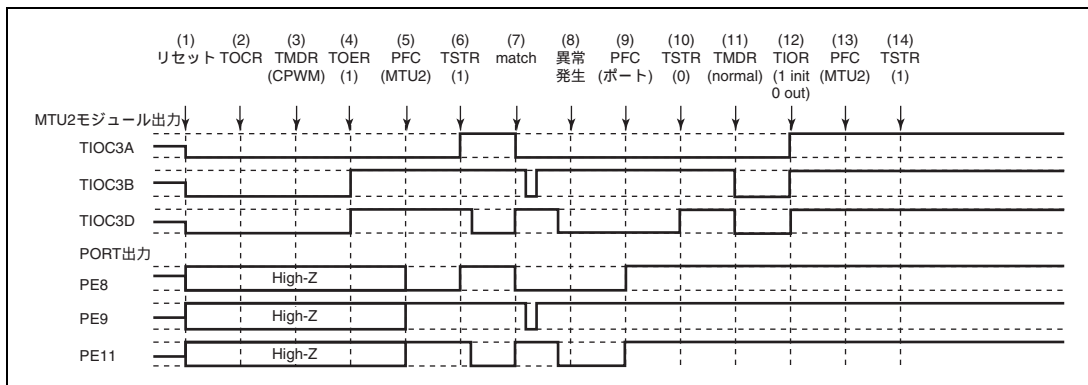

図 12.135 相補 PWM モードで異常が発生し、ノーマルモードで復帰する場合
相補 PWM モードで異常が発生し、再設定後ノーマルモードで再スタートする場合の説明図を図 12.135 に示します。
(1) ~ (10) は図 12.135 と共通です。
(11) PWM モード 1 を設定してください (本モジュール出力はローレベルとなります)。
(12) TIOR で端子を初期化してください (PWM モード 1 では TIOC*B 側は初期化されません)。
(13) 汎用入出力ポートで本モジュール出力としてください。
(14) TSTR で再スタートします。
(23) 相補 PWM モードで動作中に異常が発生し、相補 PWM モードで再スタートする場合の動作
- (1) ~ (10) は図 12.135 と共通です。
- (11) 汎用入出力ポートで本モジュール出力としてください。
- (12) TSTR で再スタートします。
- (13) コンペアマッチの発生により相補 PWM 波形を出力します。
(24) 相補 PWM モードで動作中に異常が発生し、相補 PWM モードで新たに再スタートする場合の動作
(11) ノーマルモードを設定し新しい設定値を設定してください (本モジュール出力はローレベルとなります)。
(12) TOER でチャンネル 3、4 の出力を禁止してください。
(13) TOCR で相補 PWM モードの出力レベルと周期出力の許可禁止を選択してください。
(14) 相補 PWM を設定します。
(15) TOER でチャンネル 3、4 の出力を許可してください。
(16) 汎用入出力ポートで本モジュール出力としてください。
(17) TSTR で再スタートします。
(25) 相補 PWM モードで動作中に異常が発生し、リセット同期 PWM モードで再スタートする場合の動作
- (11) ノーマルモードを設定してください (本モジュール出力はローレベルとなります)。
- (12) TOER でチャンネル 3、4 の出力を禁止してください。
- (13) TOCR でリセット同期 PWM モードの出力レベルと周期出力の許可禁止を選択してください。
- (14) リセット同期 PWM を設定します。
- (15) TOER でチャンネル 3、4 の出力を許可してください。
- (16) 汎用入出力ポートで本モジュール出力としてください。
- (17) TSTR で再スタートします。
(26) リセット同期 PWM モードで動作中に異常が発生し、ノーマルモードで再スタートする場合の動作